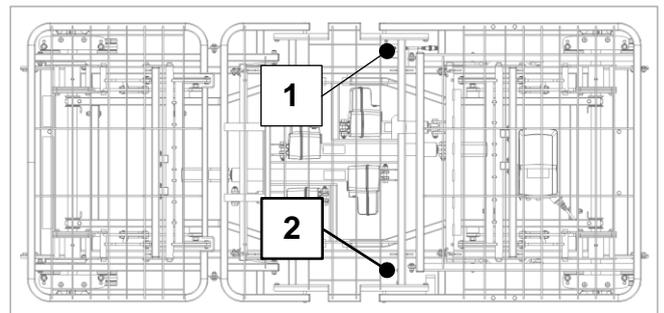

Figure 8.2
3. Il y a deux ports combinés situés de chaque côté du lit, comme indiqué par 1 (côté droit) et 2 (côté gauche) en Figure 8.2. Le lit sera livré avec le câble de la télécommande branché sur la prise en position 2 sur le côté gauche.